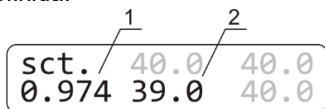

Figura 4. Alterando o coeficiente:
6.4.5 Mantenha pressionada a **tecla RUN/STOP TIME** ou **Start Stop** pressionada por mais de 8 s para ativar o modo de calibração (figura 4).